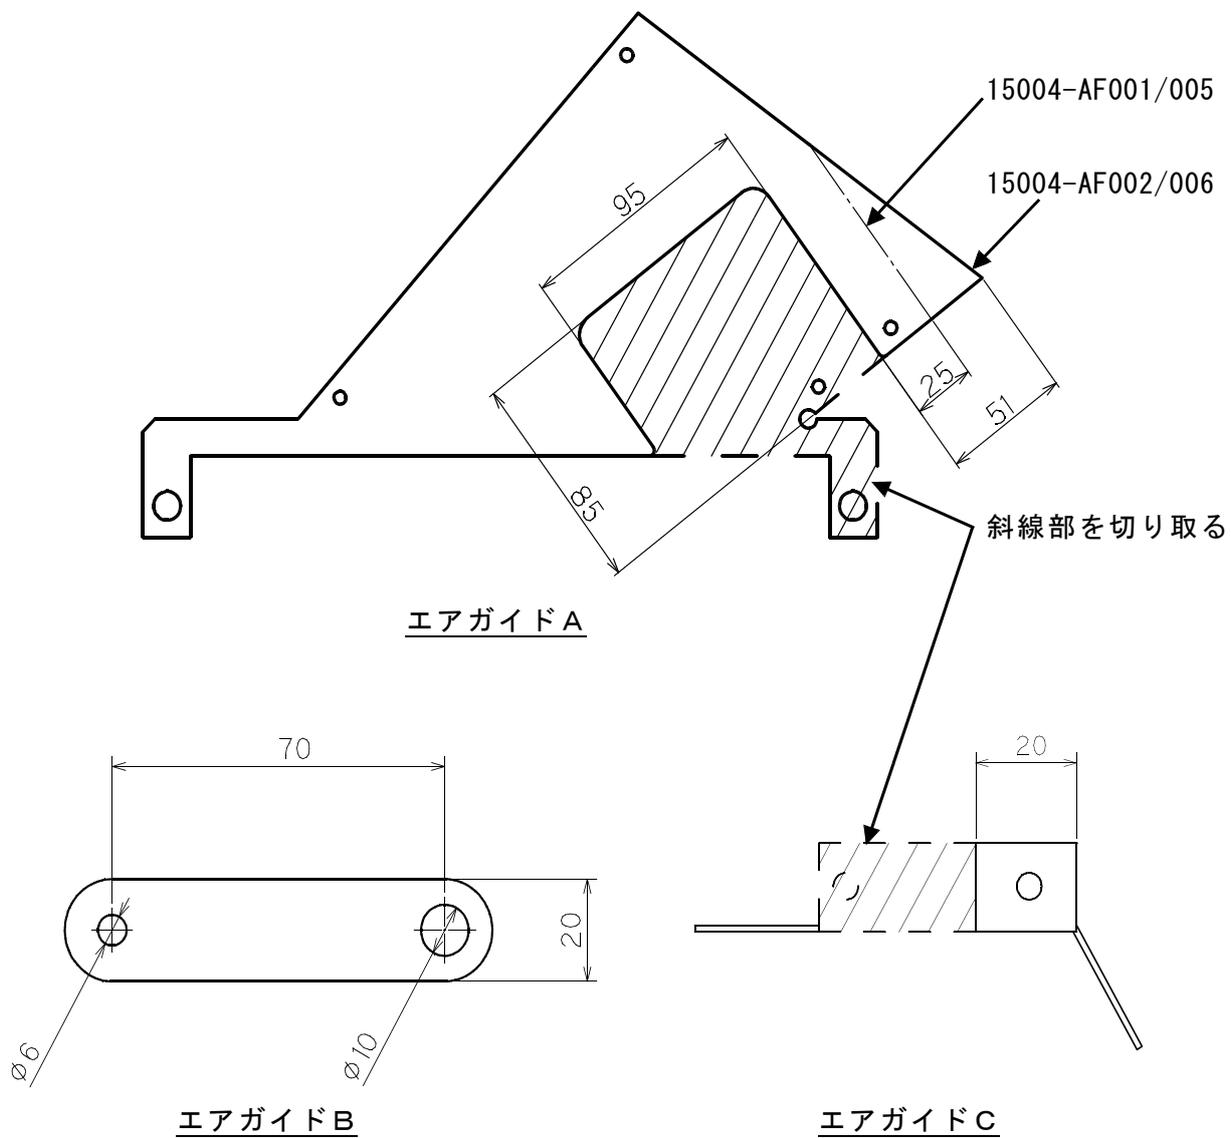

図5
- (1) インレットパイプNo.3を仮付けする前に、オイルクーラキットのエアガイドを本書最終ページのエアガイド加工図(図5)を参考に加工し、インレットパイプNo.3の通るスペースを確保してください。(図5)
- ・エアガイドAを切取った部分(斜線部)から、エアガイドBを作製してください。(図5)